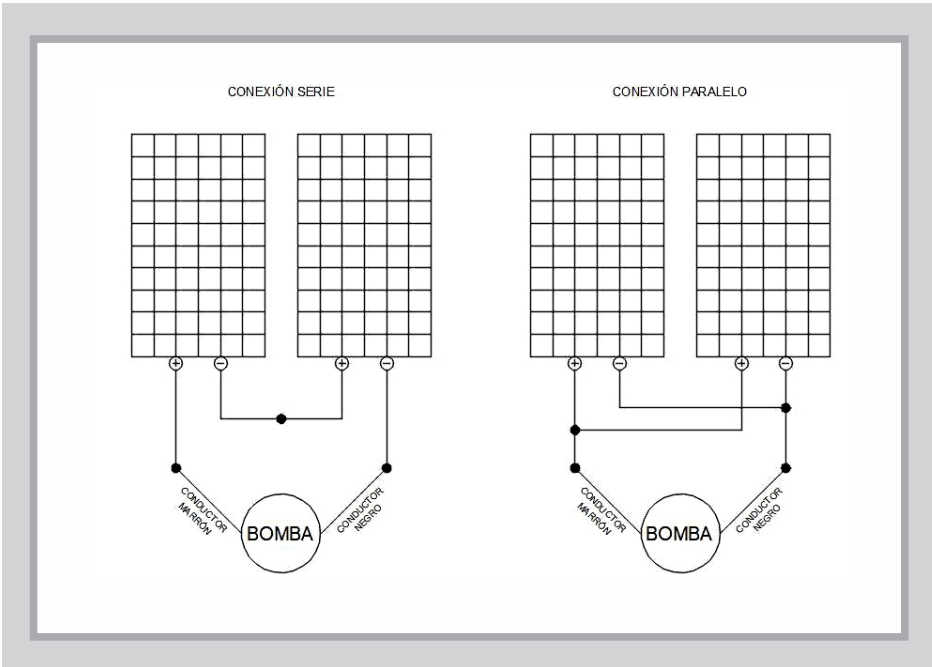

FIGURA 2
2. Conecte el conductor marrón del cableado principal con el polo positivo del panel solar y el conductor negro con el polo negativo respectivamente, como se muestra en la Figura 2. Si los conductores fueron conectados de forma incorrecta, la bomba podría no funcionar ya que posee la función de protección automática para evitar daños al sistema. En esta condición solo deben intercambiarse estos dos conductores.